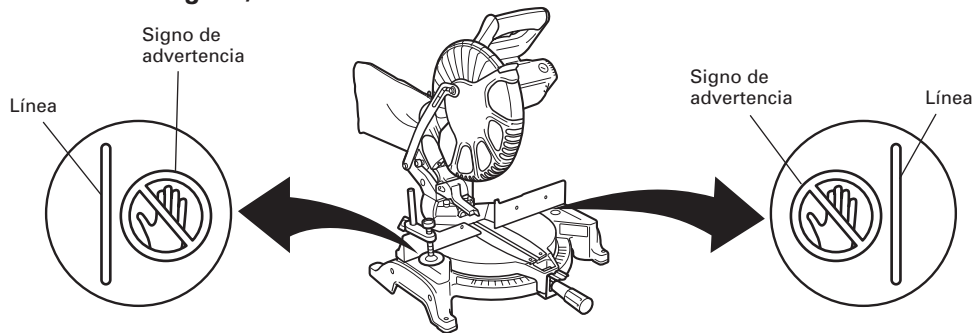

Fig. 18
* No coloque nunca sus miembros dentro de la línea cerca del signo de advertencia mientras esté utilizando la herramienta. Esto podría resultar peligroso (consulte la Fig. 18).